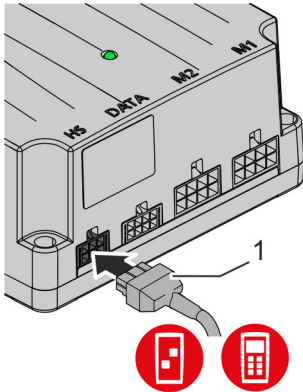

Abb. 22: Handschalter anschließen
- ➔ Kabel des entsprechenden Handschalters (Abb. 22/1) in die Handschalterschnittstelle HS stecken.